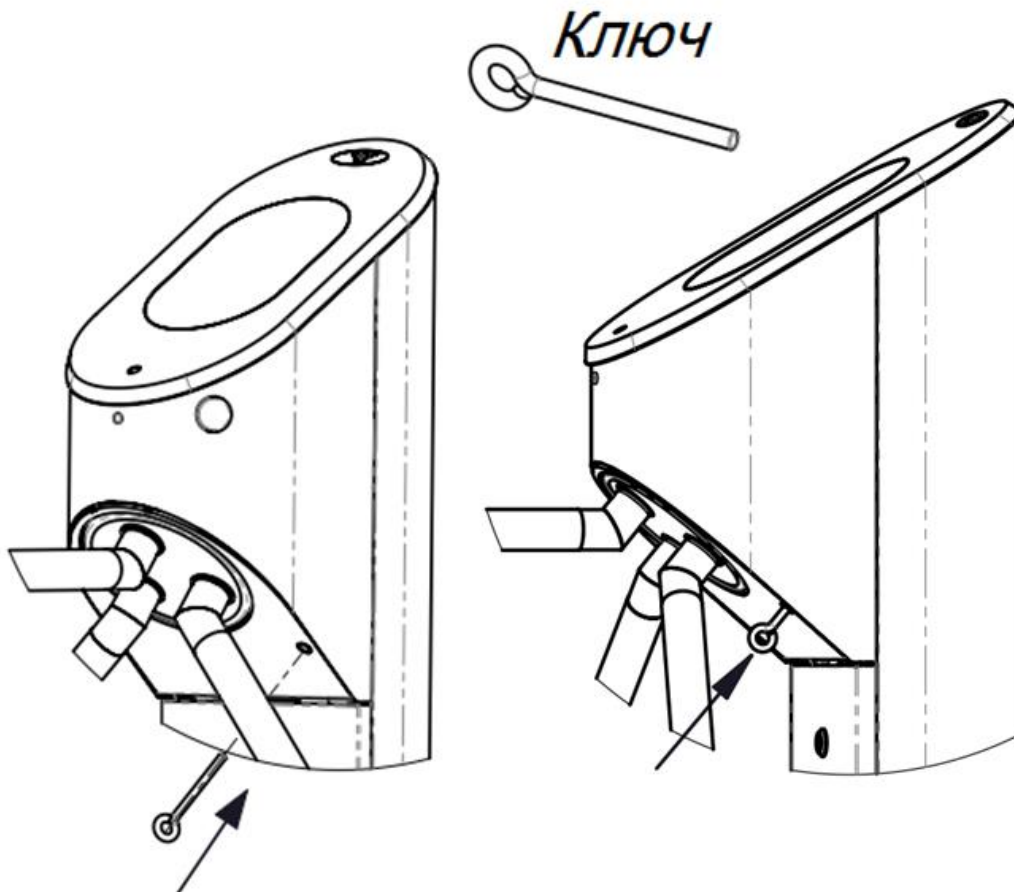

Рисунок 9 – Расположение отверстия на нижней панели для механического складывания планок.
- 1) вставить «ключ» в отверстие, на нижней, наклонной, черной панели, с правой стороны турникета на глубину 20-30 мм (рисунок 9).
- 2) С небольшим усилием, ввести «ключ» до упора (примерно на 20 мм) (рисунок 9) .